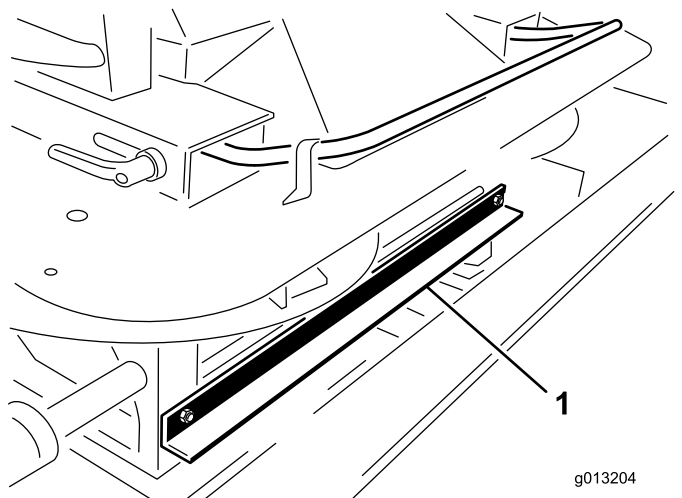

Рисунок 4
3. В передней части двухдискового разбрасывателя отверните два болта и две гайки, которые крепят транспортировочный кронштейн подъемного устройства машины (Рисунок 4).